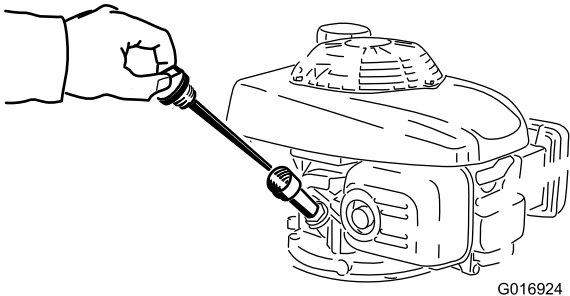

Figure 12
2. Nettoyez la surface autour de la jauge (Figure 12).